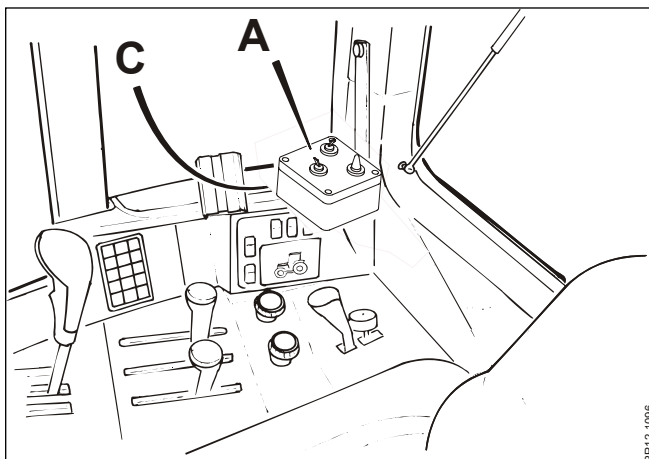

Рис. 2-3
- Рис. 2-3** Установите кронштейн **С** для панели управления в удобном для водителя месте.